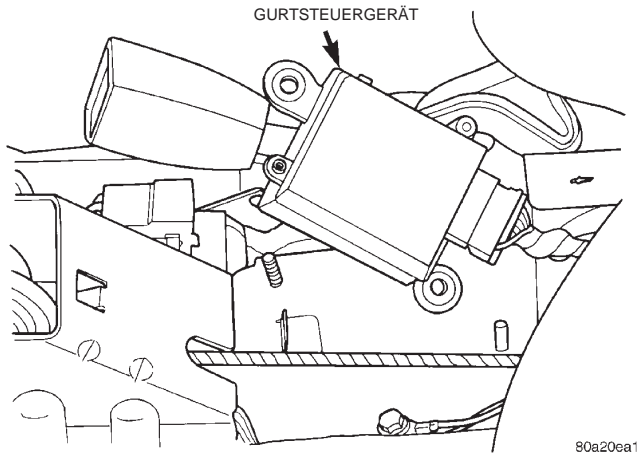

Abb. 9
(1) Hebel der Feststellbremse so weit wie möglich nach oben ziehen.
(2) Madenschraube vorn am Schalthebelknopf lösen und Schalthebelknopf abnehmen.
(3) Kunststoffstößelstange vom Schalthebel abbauen.
(4) Die Kappe abbauen, welche die Schraube in der Nähe des Schalthebels abdeckt.
(5) Schaltkulissenblende abbauen.
(6) Die Schrauben neben dem Schalthebel und im Staufach der Bodenkonsole lösen, mit denen die Bodenkonsole an den Halterungen auf der Bodenwanne befestigt ist.
(7) Steckverbinder der Bodenkonsole von der Bodenwanne abziehen.
(8) Konsole aus dem Fahrzeug nehmen.
(9) Die beiden Befestigungsschrauben des Gurtsteuergeräts lösen.
(10) Vor dem Abbau des Kabelbaum-Steckverbinders vom Gurtsteuergerät die Batterie abklemmen und das Gurtsteuergerät aus dem Fahrzeug nehmen (Abb. 9).